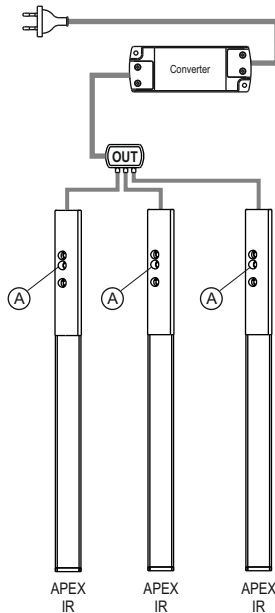

Fig.5
- En caso de tener que conectar más de un aparato al alimentador, es necesario asegurarse de que la suma total de las potencias absorbidas por los aparatos (controlar los datos en las características que aparecen en la etiqueta del producto) no supere la potencia máxima admitida por el convertidor (fig. 5,6,7).
FUNCIONAMIENTO DE APEX IR (sensor IR) fig.5